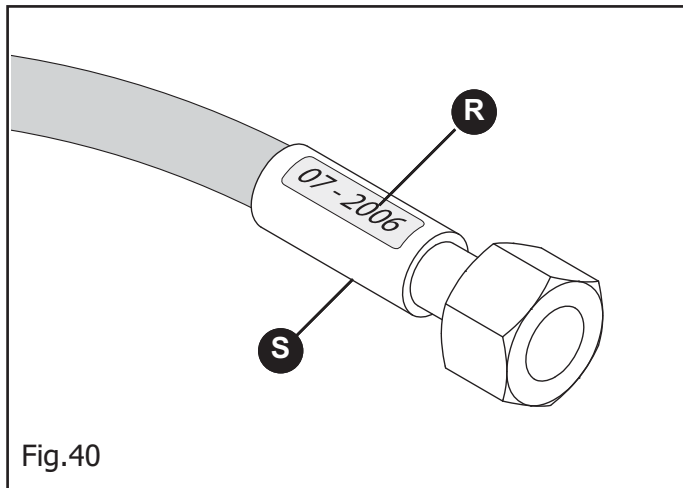

Fig.40
La Fig.40 (R) donne un exemple de l'année de production des tuyaux oléodynamiques.
- pertes autour de l'armature du tuyau (S, Fig.40).
- corrosion de l'armature (S, Fig.40);
- échéance de 5 ans à compter de la production (R, Fig.40).